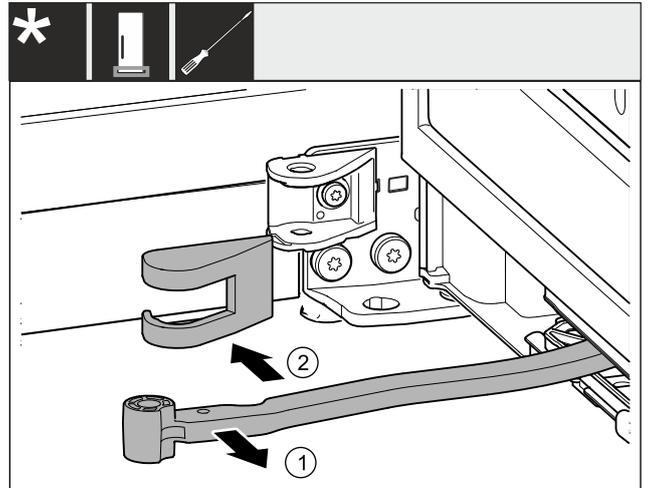

Fig. 7
- ▶ Girar la bisagra hacia la puerta. Fig. 7 (1)
- ▶ Retirar la cubierta del soporte del cojinete. Fig. 7 (2)